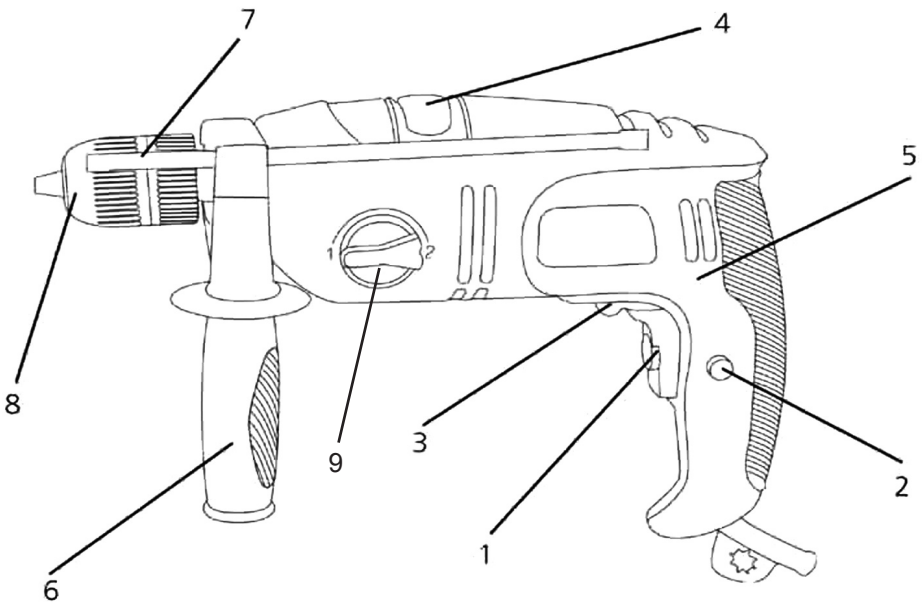

Рис.1
4.1. Дриль складається з основних частин (Рис.1):